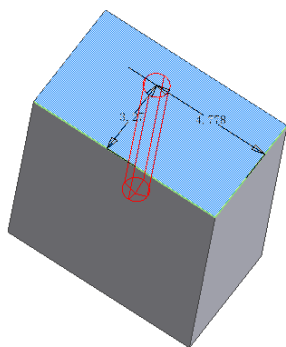

图 3-18 “线性”方式打孔示意图
(2) 【线性】方式：该方式根据两条线性边在面上创建孔。如果选择了【线性】方式，在【放置】框中将出现选择【面】以及两个【参考】按钮。单击【面】按钮则选择要放置孔的面。单击【参考 1】按钮选择用于标注孔放置尺寸的第一条线性参考边，单击【参考 2】按钮选择用于标注孔放置尺寸的第二条线性引用边。当选择了两个参考之后，与参考相关的尺寸会自动显示，可单击该尺寸以进行修改。图 3-18 所示为线性方式下的打孔示意图。